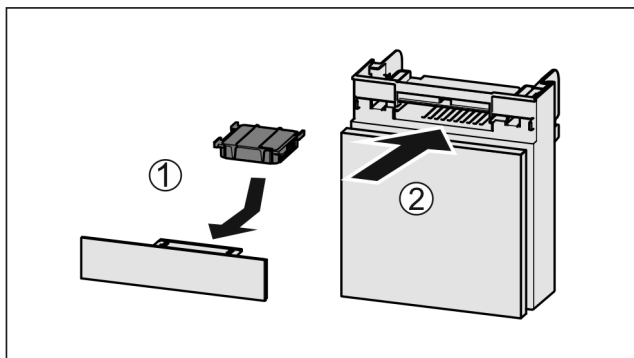

Fig. 255
- Вставити фільтр з активованого вугілля за малюнком Fig. 255 (1).
- Вставити відділення Fig. 255 (2).